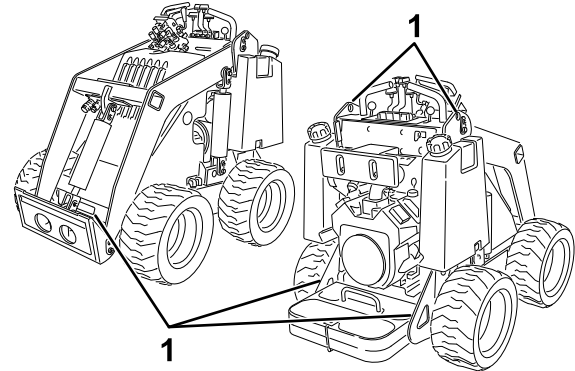

Figura 13
8. Use los puntos de amarre metálicos de la máquina para amarrar firmemente la máquina al remolque o camión con correas, cadenas, cables o sogas (Figura 13). Consulte la normativa local respecto a los requisitos de amarre.
Puede izar la máquina usando los puntos de amarre/izado; consulte Figura 13.